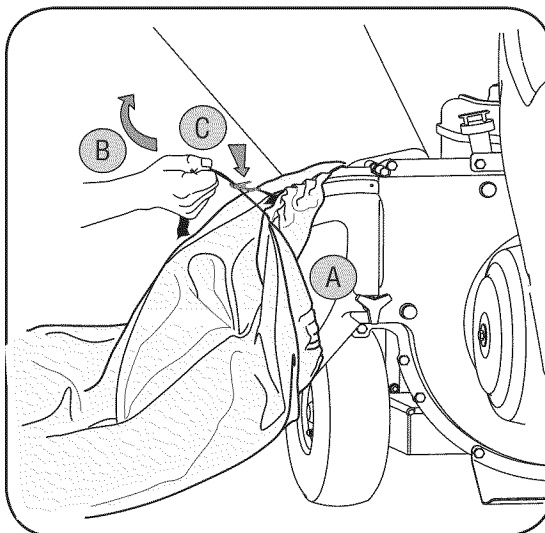

Figura 3-10
- c. Vuelva a sujetar la tira de extracción sobre sí misma, apriétela contra el canal deflector para que quede firme en su lugar. Vea la Figura 3-10.